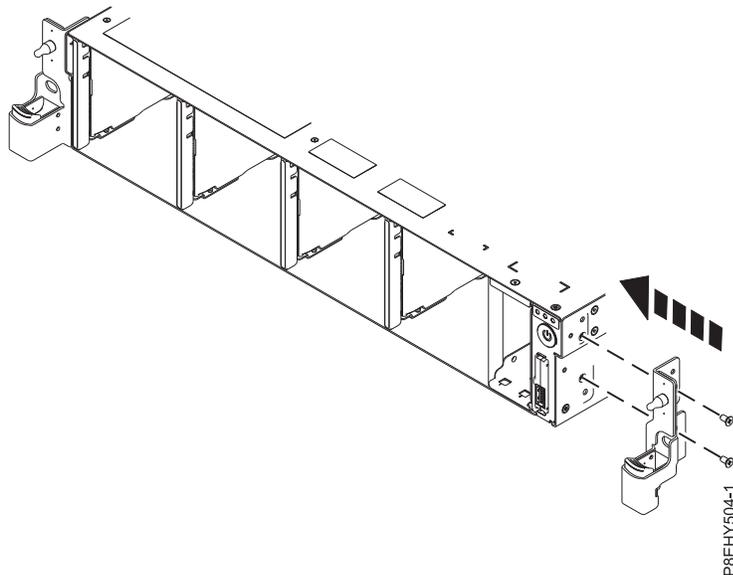

図 74. ラック取り付け支持具の再取り付け
- システムの側面にラック取り付け支持具を再取り付けします。 63 ページの図 74を参照してください。